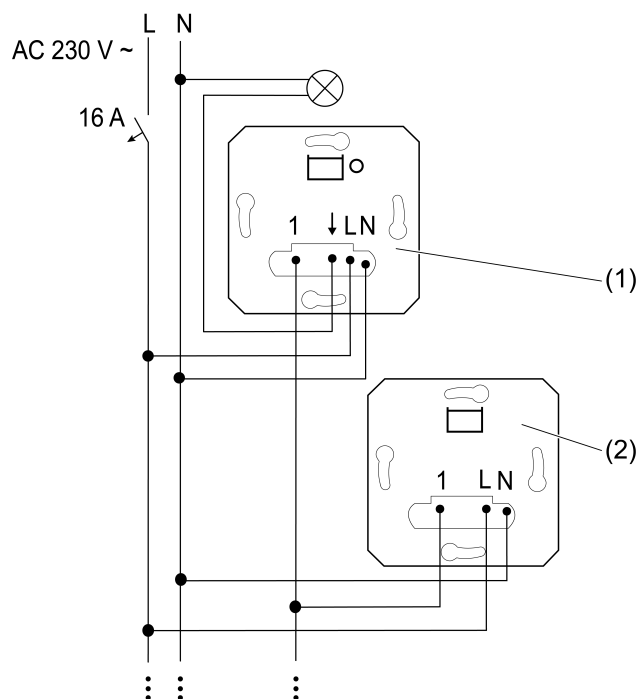
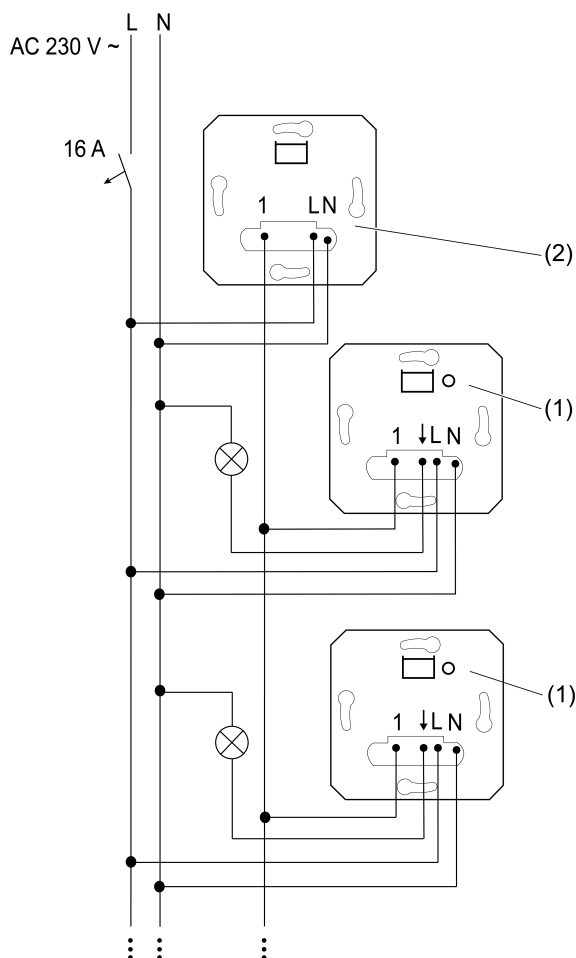
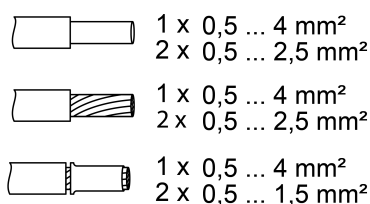

Figure 1: Schéma de raccordement de postes auxiliaires trifilaires sur un poste principal
Figure 2: Schéma de raccordement de plusieurs postes principaux à un poste auxiliaire trifilaire pour la commande centrale
Figure 3: Sections transversales de conducteur pouvant être bloquées
- i** Il est possible de raccorder jusqu'à cinq postes auxiliaires trifilaires (2) à un poste principal (1) (Figure 1).
- i** Un poste auxiliaire trifilaire (2) permet de commander conjointement jusqu'à cinq postes principaux (1) identiques ou différents (Figure 2).
- Raccorder le poste auxiliaire (2) conformément au schéma de raccordement (Figure 1) et (Figure 2). Lors de cette opération, respecter les sections transversales de conducteur pouvant être bloquées (Figure 3).